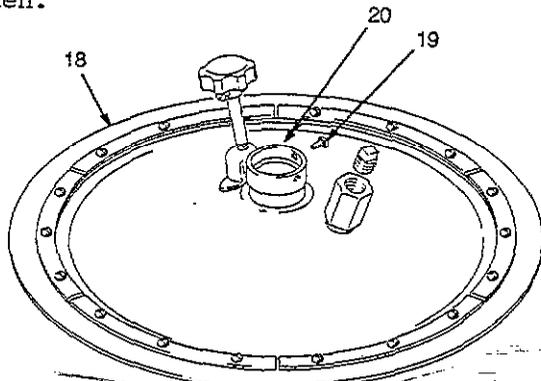

Abb. 4.1 Folgeplatte für Modell 204-490
1. Grundplatte des Hebers (A) mit Grundplatte (102), Schrauben (104), Federringen (103) und Muttern (102) befestigen, siehe Abb. 4.1.
2. Montageplatte (102) mit Boden verbinden.
3. Grundplatte ausloten und falls notwendig eine oder zwei Schrauben (104) lösen und Unterlegscheiben verwenden.
4. Folgeplatte (2, 18 oder 22) auf Grundplatte (102) legen.
5. Schrauben (68) an Klammern (83) lösen. Pumpenhalterung (64) nach unten drücken, bis Pumpe in Folgeplatte installiert werden kann. Schrauben in Klammern wieder anziehen.
1. O-Ring (20) in der Folgeplatte (18) mit leichtem wasserbeständigem Fett einschmieren, siehe Abb. 4.1.